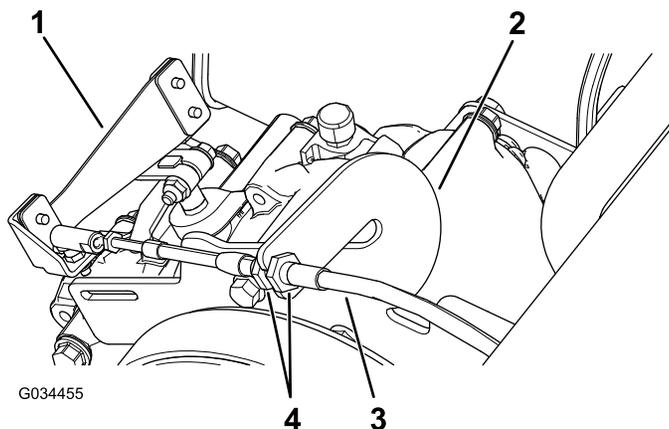

Рисунок 59
1. Ослабьте контргайки на тросе переключения передач и отрегулируйте их при необходимости (Рисунок 59).
2. Проверьте положение переключения передач, повернув рычаг переключения передач в три различных положения и проверив правильность перемещения рычага переключения передач (Рисунок 59) при их переключении; см. Рычаг и индикатор переключения передач (страница 15).